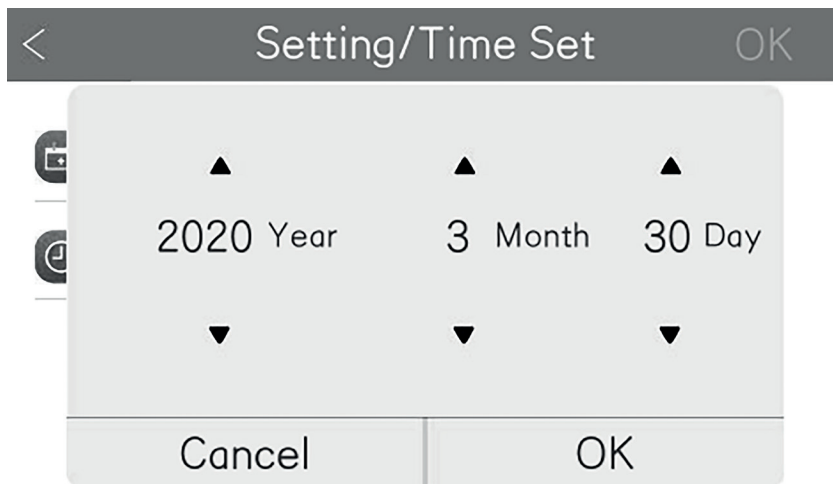

Fig. 4.14 Impostazione della data
- Premere sull'anno e sulla data per entrare nell'impostazione della data, come in Fig. 4.14;